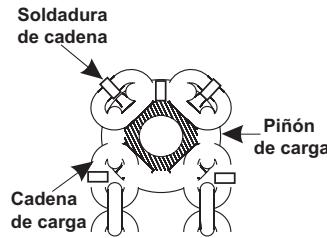

fig.3B
- Instale la cadena haciendo correr un trozo de alambre o cuerda entre el rodillo de guía y el piñón de carga y luego sobre y alrededor del piñón. Ate la cadena al alambre o la cuerda y tirela en el montacargas para que el primer eslabón se encuentre en el borde en una de las ranuras en el piñón de carga, con la soldadura lejos de la rueda dentada (ver fig.3B). Cambie la perilla de dirección a la posición neutral y gire la rueda de mano en el sentido de las agujas del reloj hasta que la cadena de carga esté en el piñón de carga. Quite el pasador de la clavija y deslícelo hacia un lado. Tire el extremo de la cadena por debajo del rodillo de guía de la cadena y enganche el último eslabón sobre el pasador del extremo suelto, asegurándose de que la cadena no esté torcida. Deslice el pasador de clavija a través de él.